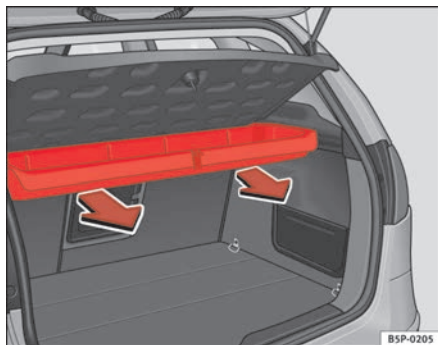

Abb. 124 Ausbau des Ablagefachs
- Nach außen ziehen, bis das Ablagefach aus den Drehhaltern gelöst ist ⇒ Abb. 124.